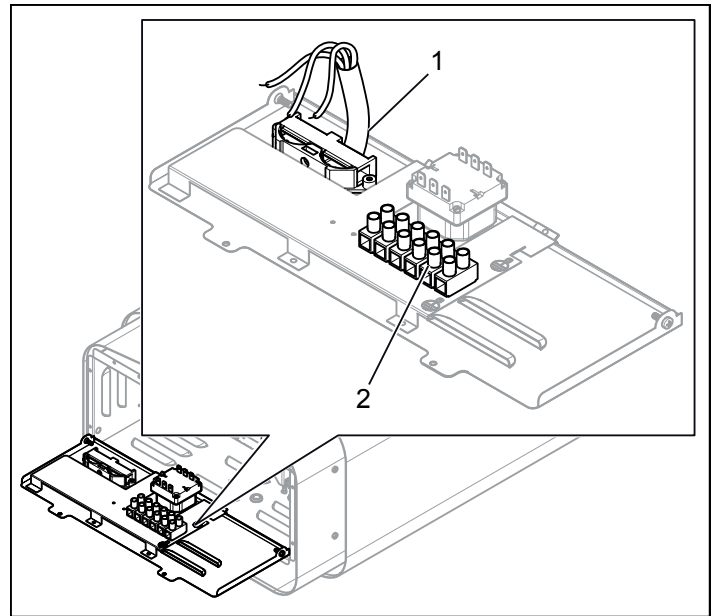

Fig 11: Elanslutning
3. Anslut elkabeln (1) i plint (2) (se Fig 11) enligt kopplingschema (se Avsnittet Anslutning/kopplingschema, sidan 8).